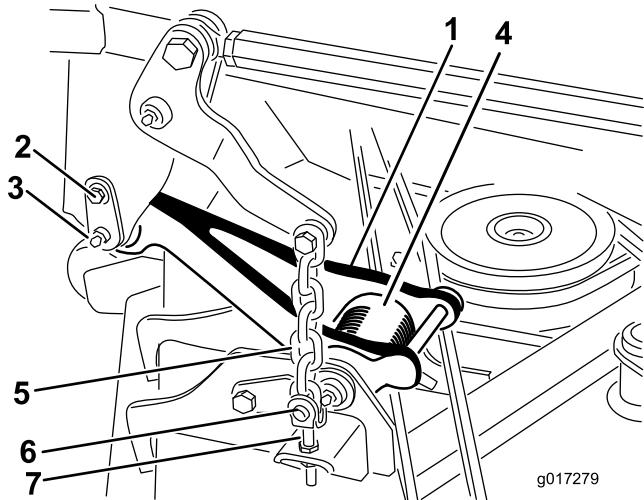

Figura 2
Nota: Quando a plataforma de corte está na posição elevada, a tensão da mola de torção da articulação (Figura 2) é reduzida, tornando muito mais fácil desligar as articulações da máquina.
2. Desligue a articulação de cada lado da máquina (Figura 2).
- A. Retire o parafuso do ombro que prende o pino de retenção à estrutura da carroçaria (Figura 2).
- B. Deslize cuidadosamente o pino de retenção da estrutura da carroçaria e articulação (Figura 2).
5. Alinhe a articulação à estrutura e ligue a articulação ao pino de retenção (Figura 2). Prenda o pino de retenção na estrutura com o parafuso de ombro (Figura 2).
2. Instale os (4) ganchos de anel e pinos de segurança para prender as correntes de elevação do cortador aos passadores de ajuste no cortador (Figura 2).